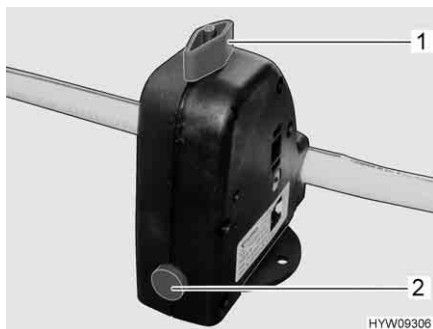

Fig. 162 Valvola di sicurezza/di scarico (Truma)
- Chiudere la valvola di sicurezza/di scarico (Truma). A tal fine ruotare la manopola (Fig. 162,1) verticalmente rispetto alla valvola di sicurezza/di scarico e premere verso l'interno il bottone automatico (Fig. 162,3). Con temperature inferiori a 6 °C non è possibile chiudere la valvola di sicurezza/di scarico.